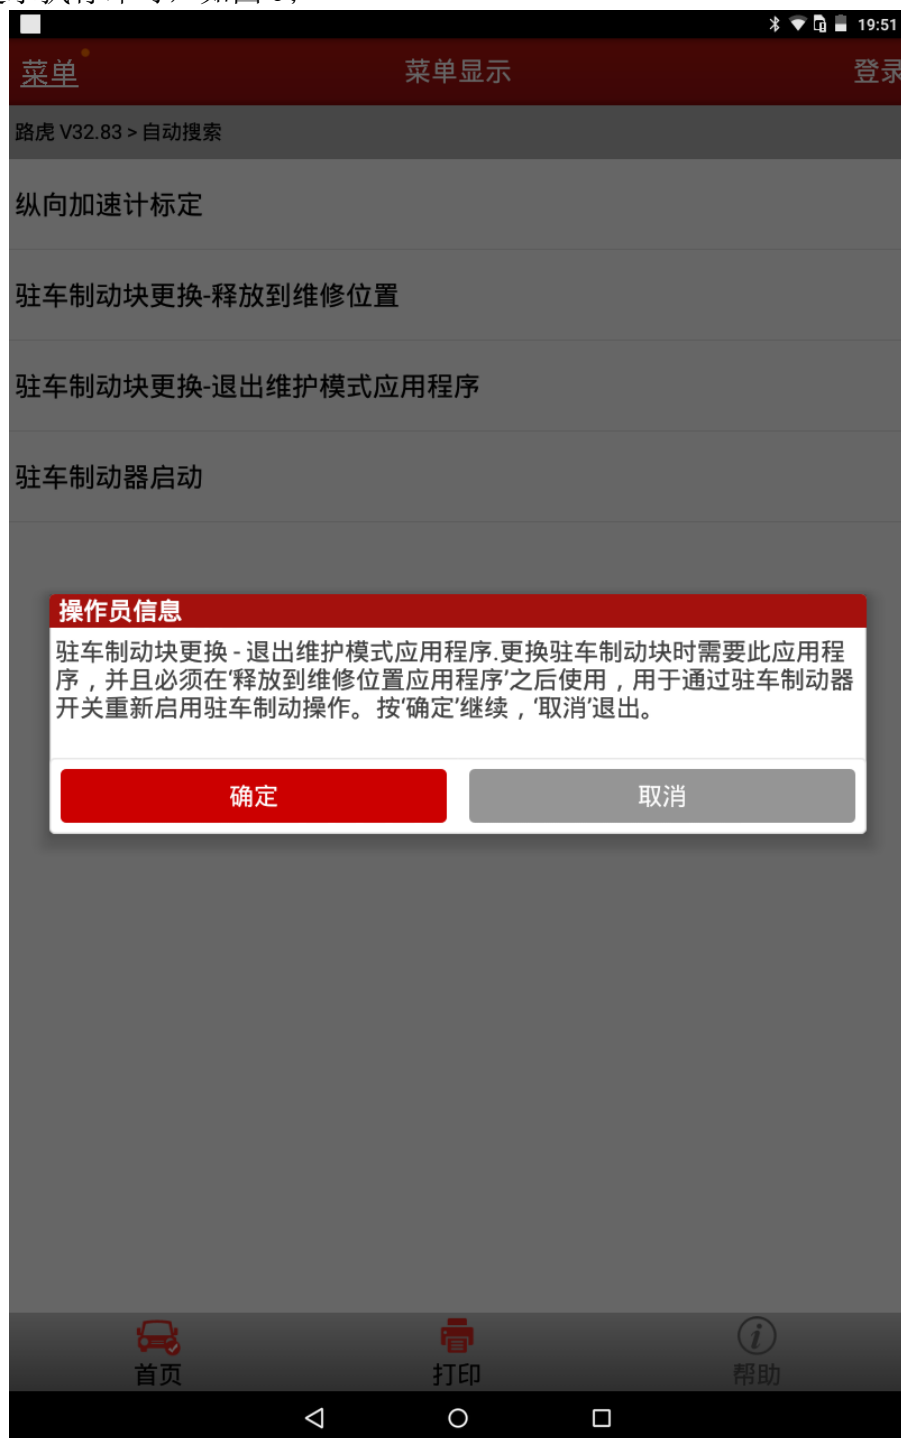

图 9
- B). 提示做此功能的一些注意事项、条件等信息，如：发动机运行，汽车放于平坦位置等，按照提示执行即可，如图 9；